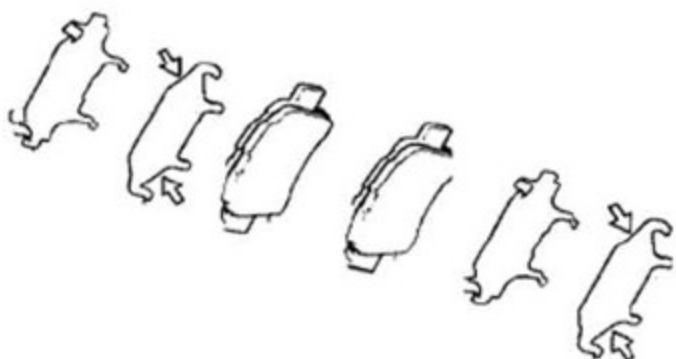

图 3—31
(1) 在每片消音垫片的两侧涂盘式制动润滑脂，如图3—31所示。